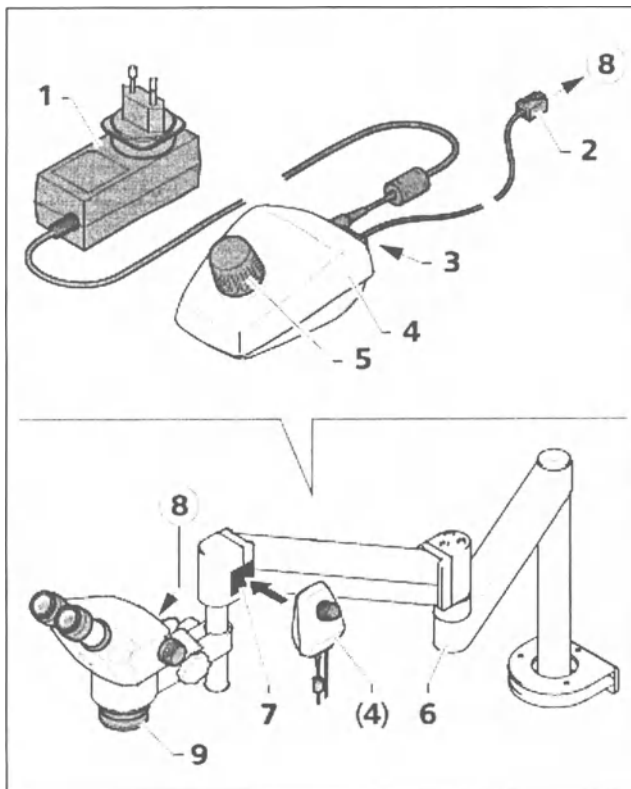

Рис. 24. Светодиодный контроллер К
Контроллер К (рис. 24/4) используется для активации вертикального освещения корпуса Stemi 305 или кольцевого осветителя в случае применения с телескопическими штативами U или дополнительными штативами.
- Привинтите систему фронтальных линз 0,5x/185 мм (рис. 24/9) к корпусу микроскопа.
- При использовании кольцевого осветителя присоедините его к системе фронтальных линз (рис. 24/9) при помощи переходника, поставляемого вместе с прибором (внутренний диаметр 58 мм, наружный диаметр 66 мм).
- Прикрепите клейкую сторону магнитной пластины (рис. 24/7) к подвижному штативу.
- Вставьте соединительный кабель, поставляемый вместе с прибором (длина 1 м) (рис. 24/2), в гнездо (рис. 24/8) на корпусе микроскопа или кольцевого осветителя и в гнездо (рис. 24/3) на задней стороне контроллера К (рис. 24/4).
- Расположите контроллер К (рис. 24/4) рядом с магнитной пластиной (рис. 24/7).
- Подключите контроллер К к блоку питания (рис. 24/1).
- Выполните выравнивание подвижного штатива с (рис. 24/6) для обеспечения эргономичного рабочего положения.
- Вращайте регулятор (рис. 24/5) на контроллере К для включения вертикального (или кольцевого) осветителя и регулировки интенсивности освещения.